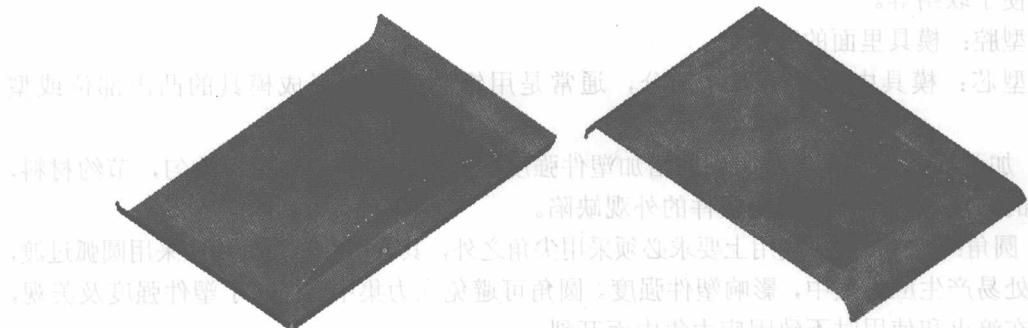
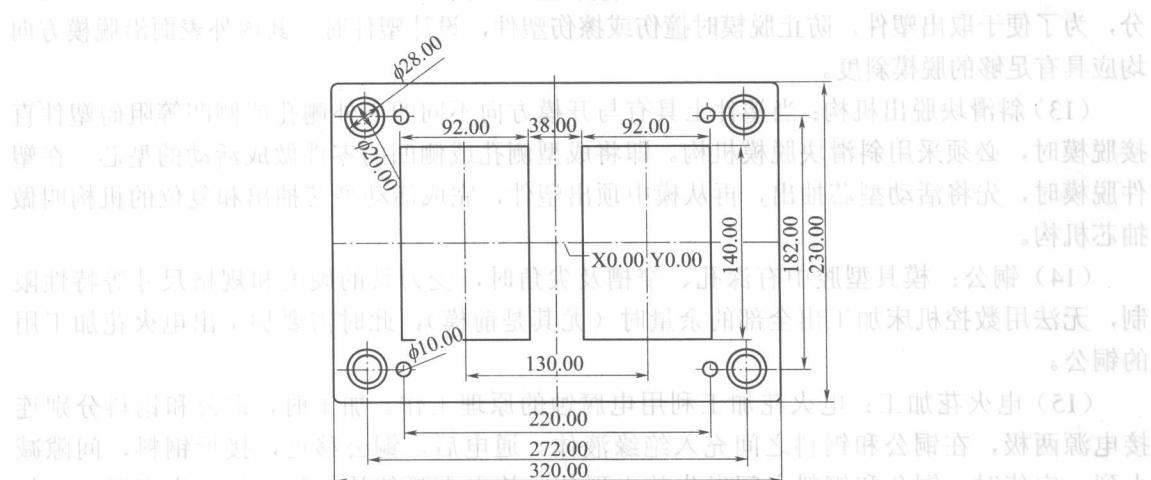

图 1-1 塑料镜框 3D 图
图 1-2 模具设计 2D 工程图
图 1-1 所示为塑料镜框 3D 图，材料为 ABS，收缩率为 5%。首先用 Pro/E 软件绘制了零件的 3D 图形，此零件较为简单，从注塑、加工及经济角度综合考虑，将一模设计出两件，精度要求不高。为降低成本，将模具型芯和模板设计成整体式，材料都选用模具钢。加工时将导柱孔一并加工出来。此塑件可用 Pro/E 软件进行分模，也可用 MasterCAM 直接将属于前、后模的面分别复制到前、后模即可。图 1-2 为模具设计 2D 工程图，两塑件的中间部位设计了共用的枕位。
(3) 柱位：外壳上用于螺丝固定的圆柱形中空的结构，如图 1-1 所示。
(4) 骨位：为增加塑胶产品强度所设计的薄片状结构，又称加强筋。
(5) 胶位：即塑料产品的各个部位。
(6) 碰穿位：当塑件产品上有各种不同类型的穿孔时，模具结构通常设计成前后模面水平方向相互接触，因为通常塑件的外表面要求较高，所以一般情况下将前模设计凸起，后模设计成平台，以避免在塑件外表面产生利角。
(7) 凸台：在塑料模型或塑料模具表面上的隆起，以增强强度，在装配过程中易于零件的调整，便于联结等。
(8) 型腔：模具里面的凹陷处。
(9) 型芯：模具中的一个独立部分，通常是用钢制造的，形成模具的凸出部位或型腔。
(10) 加强筋：塑件中经常用到的增加塑件强度的方法，可使塑件壁厚均匀，节约材料，提高塑件的强度和刚性，并避免塑件的外观缺陷。
(11) 圆角：塑件上除了使用上要求必须采用尖角之外，其余所有转角处均应采用圆弧过渡，因为尖角处易产生应力集中，影响塑件强度。圆角可避免应力集中，提高了塑件强度及美观，并使模具在淬火和使用时不致因应力集中而开裂。
(12) 脱模斜度：由于塑件冷却后产生收缩，会使塑件紧紧包住模具型芯和型腔中的凸起部分，为了便于取出塑件，防止脱模时撞伤或擦伤塑件，设计塑件时，其内外表面沿脱模方向均应具有足够的脱模斜度。
(13) 斜滑块脱出机构：当塑件上具有与开模方向不同的内外侧孔或侧凹等阻碍塑件直接脱模时，必须采用斜滑块脱模机构。即将成型侧孔或侧凹的零件做成活动的型芯。在塑件脱模时，先将活动型芯抽出，再从模中顶出塑件，完成活动型芯抽出和复位的机构叫做抽芯机构。